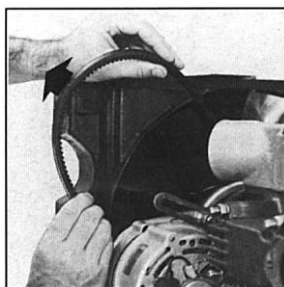

Рис.81.2
- снимите ремень сквозь лопасти вентилятора (рис.81.2);